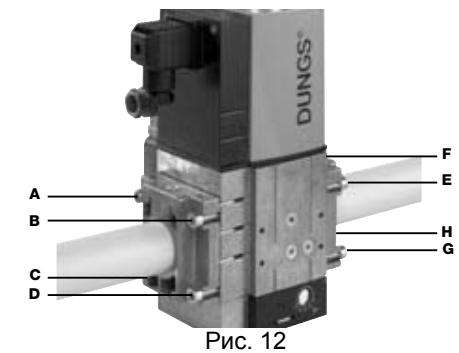

Рис. 12
2. установить устройство MBC...SE и уделить особое внимание прокладкам O-Ring (Рис. 12)